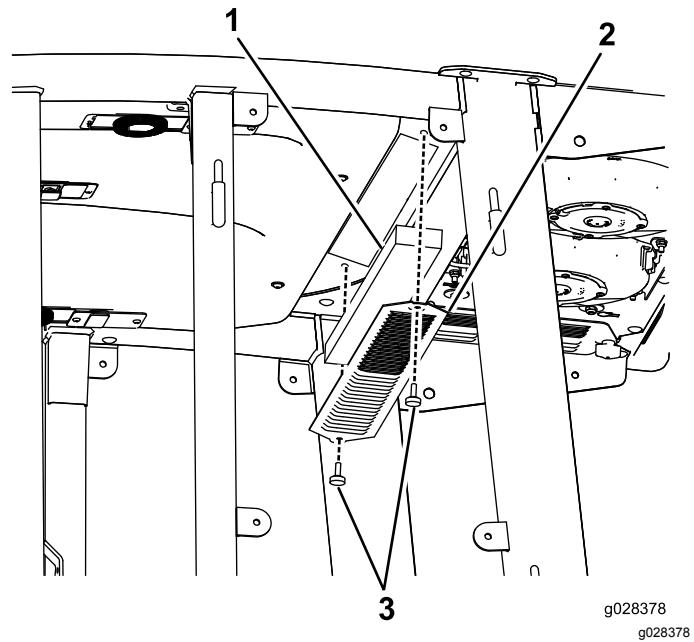

Bild 125
- Nehmen Sie die 22 Schrauben ab, mit denen das Dach befestigt ist, um das Kabinendach von der Kabine abzunehmen (Bild 125).
- Entfernen Sie die Luftfilter (Bild 125).
- Entfernen und reinigen Sie die Klimaanlagenschlangen (Bild 125).